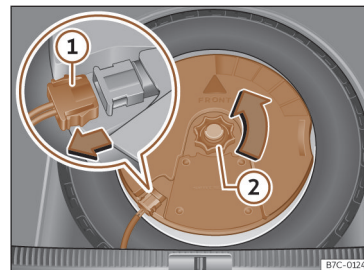

Fig. 209 En el maletero: desmontar el subwoofer.
- Desconecte el cable del altavoz *subwoofer* »» **fig. 209 ①**.
- Gire la ruedecilla de fijación en sentido contrario a las agujas del reloj»» **fig. 209 ②**.